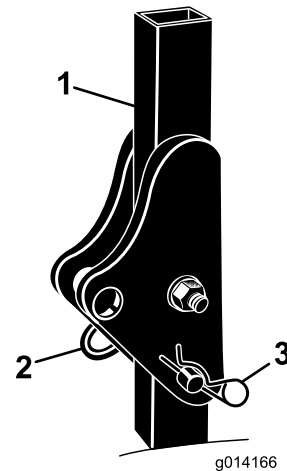

Figura 5
1. Retire las chavetas y los pasadores de la barra anti-vuelco (Figura 5).
2. Eleve la barra anti-vuelco a la posición vertical, instale los dos pasadores y fíjelos con los pasadores de horquilla (Figura 5).